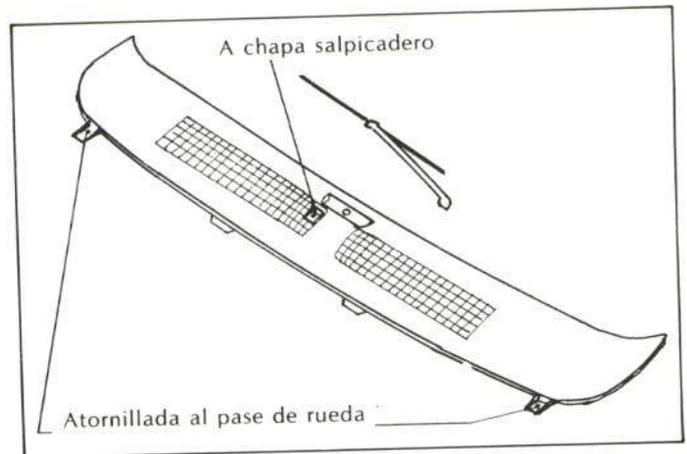

Figura 16.—Rejilla de aireación.
Está compuesta de poliamida (PA) y situada en la parte trasera del capot. Un tornillo la fija en cada uno de sus extremos, conjuntamente con las aletas y el cierre del pase de rueda (véase figura 16).